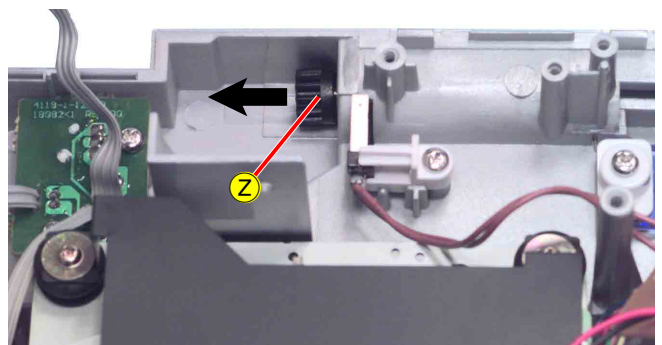

Fig. 16
- CD-Tür-Achse ⑩ (Fig. 16) in Pfeilrichtung abziehen.
- Pull out the CD door axle ⑩ (Fig. 16) in direction of the arrow.